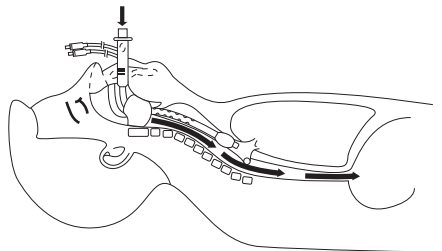

図7.気管に挿入された場合
13. 誤って気管に挿入された場合は、食道カフを膨張させると食道カフが気管に密着する。換気を行っても呼吸音や胸の隆起はなく、胃のバブリング音が聞こえたり腹部の膨隆が認められる。(図7)